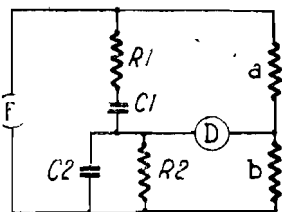

Figure 10
**Pont de Nernst.** — Il est composé uniquement de résistances et de capacités. Le schéma est celui de la figure 10. Lorsque l'équilibre est réalisé, on a :